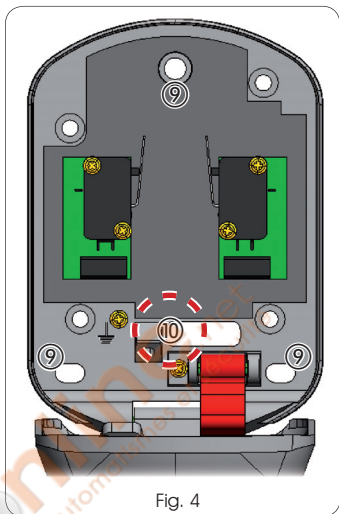

Fig. 4
3. Utilizzare lo stesso XK 21 per segnare i riferimenti a parete dei fori da effettuare come indicato in Fig.4 rif 9);
ATTENZIONE: Accertarsi che il foro di passaggio dei cavi elettrici e del cavo di sblocco sia di diametro non inferiore a 20 mm e che risulti posizionato come indicato in Fig.4 rif 10)
- Use XK 21 to mark the on-wall references of the holes, as shown in Fig.4 ref. ⑨;
IMPORTANT: Make sure that the hole for routing the electric cables and the release cable, has a diameter of not less than 20 mm and is positioned as shown in Fig. 4 ref. ⑩